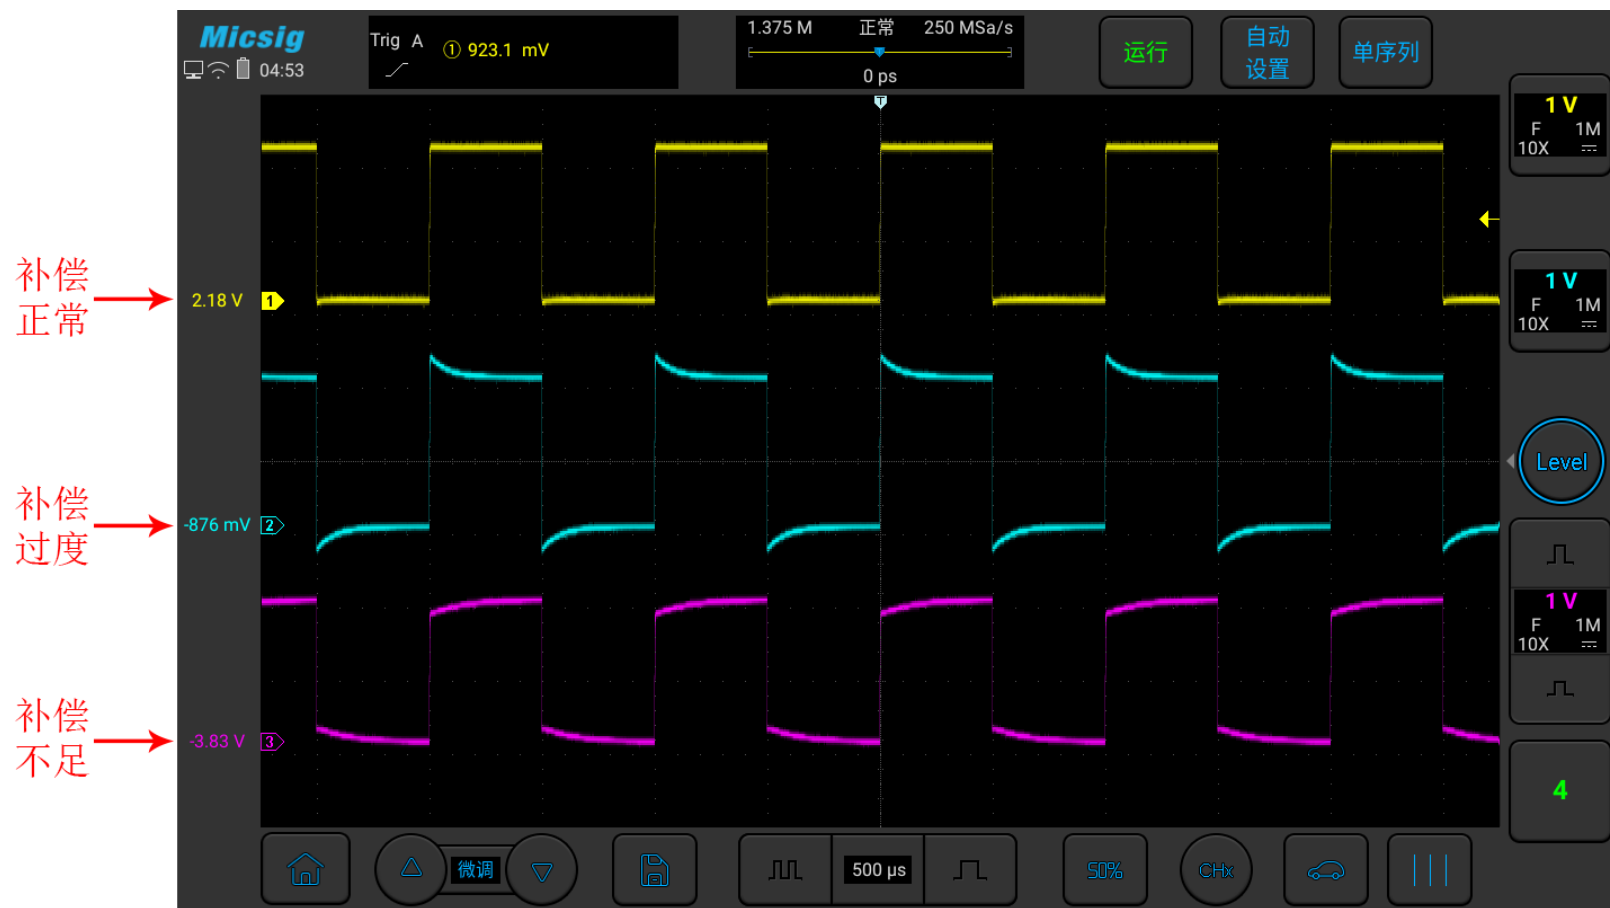

图2-15 探头补偿
- 5) 轻点  键或者手动调节波形垂直灵敏度、水平时基。观察波形形状，见图 2-15。
如果屏幕上的显示波形如上图“补偿不足”或“补偿过度”，请调节探头上的微调电容器，直到屏幕显示的波形如上图中的“补偿正确”。探头调整见图 2-15。